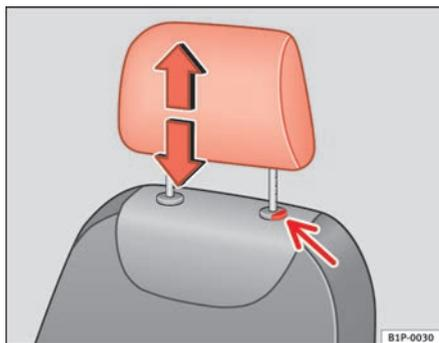

Fig. 90 Réglage ou dépose de l'appuie-tête
- Appuyez sur le bouton ⇒ fig. 90 (flèche).